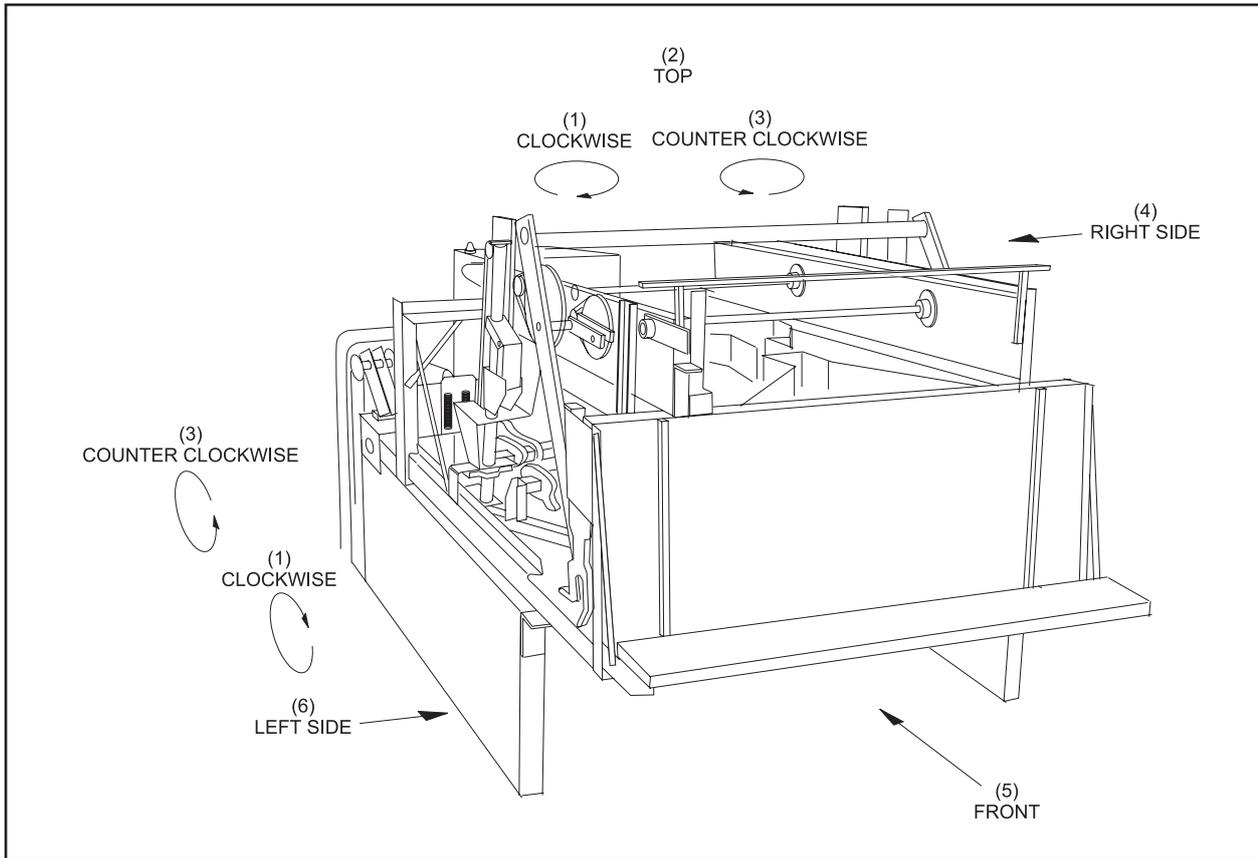

Figure 1-1. Orientation du poseur de quilles.
A chaque fois qu'une position ou un mouvement est décrit dans le texte de ce manuel comme à droite, à gauche, vers l'avant ou vers l'arrière, la description est telle que vous la voyez à partir de la ligne de faute. Les orientations dans le sens des aiguilles d'une montre (CW), dans le sens inverse des aiguilles d'une montre (CCW) sont déterminées en regardant le déposateur de quilles du côté gauche vers le haut. Reportez-vous à la *Figure 1-1*.